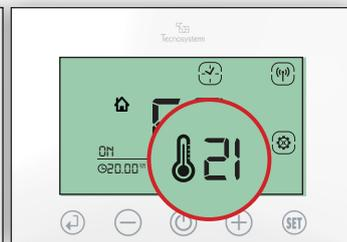

Fig.30
- 3.4 Impostare la temperature desiderata per la fascia F3 (es. 21°C) e confermare con (↵). (Fig.30)